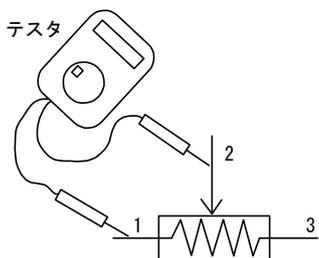

図10 可変抵抗の概観と測定方法
(3) LED点灯時の電池の電圧をテスタで測定しなさい。次に、調整した可変抵抗を**回路から外し**、その抵抗値を図10を参考にして測定しなさい。